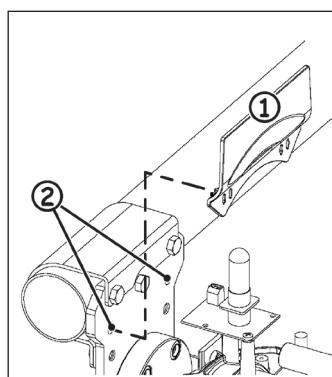

Fig. 29
Zet de onderkant van de behuizing van de armhouderplaat, Fig. 29 ref. ①, op zijn plaats door hem in de twee vrije gaten op de plaat te haken, Fig. 29 ref. ②.